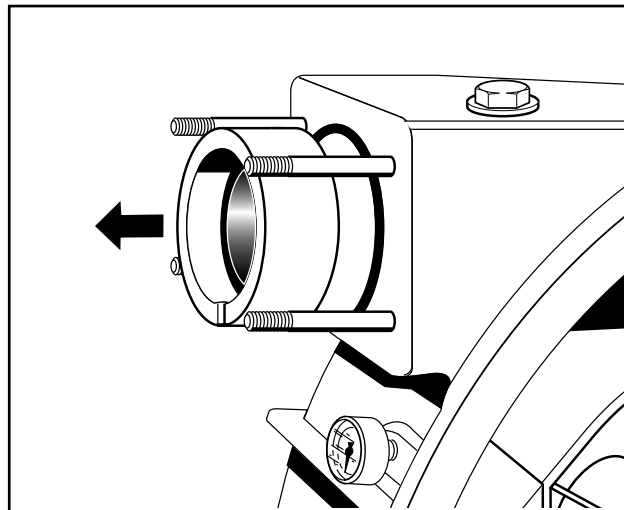

Fig. 30 Smontaggio del pacchetto di anelli di bloccaggio
6. Quindi smontare il tubo di sfiato (Fig. 30). Rimuovere l'anello di tenuta, l'anello di fissaggio, l'anello a gradino e la guarnizione O-Ring dal tubo flessibile trasportatore (Fig. 30).